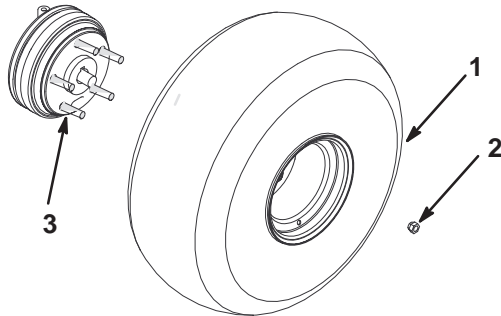

Figure 2
3. Montez les roues avec les fixations retirées précédemment (Fig. 2) et serrez-les à 61–88 Nm.